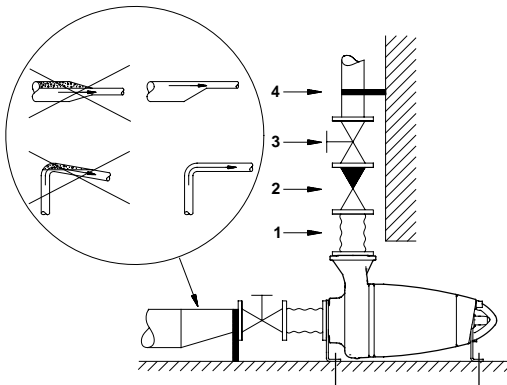

Fig. 5 Instalación horizontal en seco con soportes
- Las tuberías deben sujetarse de tal forma que no se transmitan tensiones u otras influencias mecánicas a la bomba. Se recomienda instalar juntas de dilatación y soportes de tubería, ver fig. 5.
- Si se instala un reductor entre la tubería de aspiración y la bomba, éste debe ser del tipo excéntrico e instalarse de modo que el borde recto esté hacia arriba para evitar burbujas de aire en la tubería de aspiración que pueden causar cavitación, ver fig. 5.